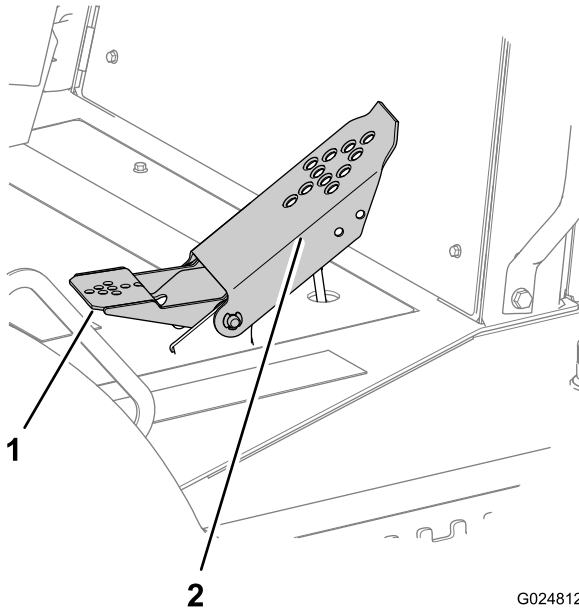

Figura 40
- Presione hacia abajo la parte superior del pedal para desplazarse hacia adelante (Figura 40).
- Presione hacia abajo la parte inferior del pedal para desplazarse hacia atrás (Figura 40).
- Para reducir la velocidad o para parar la máquina, mueva el pedal hacia arriba, hacia la posición de Punto muerto (Figura 40).